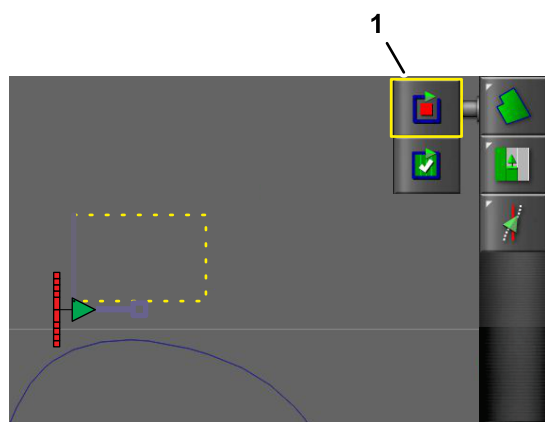

Figura 48
campo a lati diritti, quindi fermate la macchina (Figura 48).
4. Premete l'icona REGISTRA CONFINE DEL CAMPO, quindi premete l'icona PAUSA REGISTRAZIONE DEL CONFINE DEL CAMPO (Figura 48).